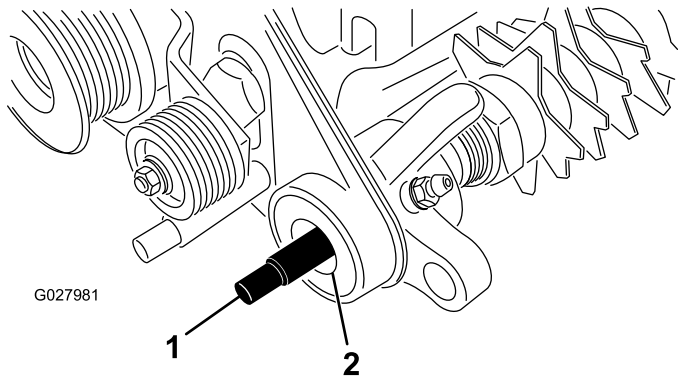

Figura 9
1. Aplique uma camada leve de lubrificante às extremidades do veio de aparar e rebordos de vedação (Figura 9) nas placas de transmissão e suporte. Confirme que todos os rolamentos, casquilhos e vedantes estão bem instalados.